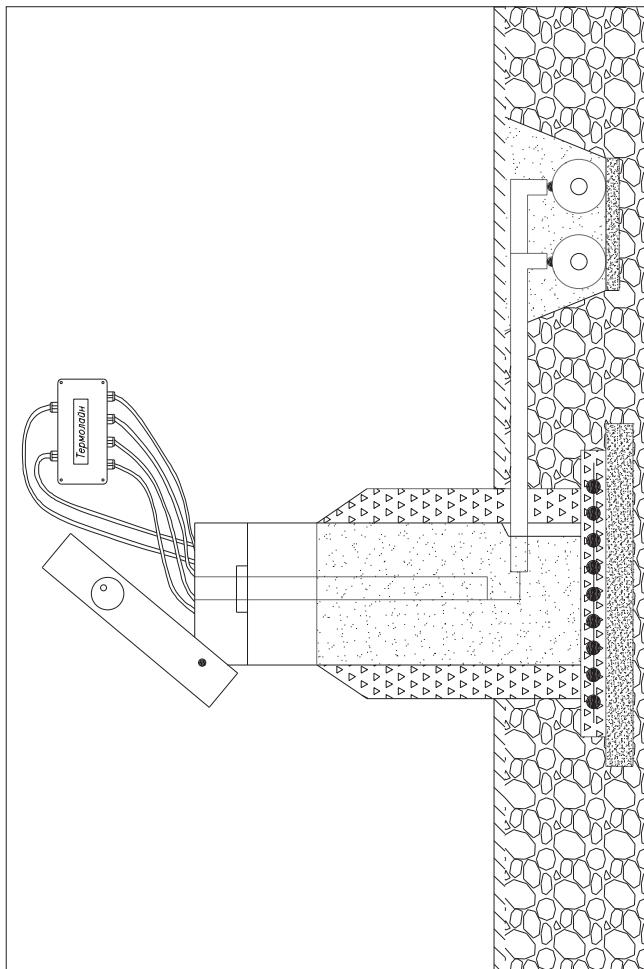

Рис. 4 «Установка терминала в наземном ковре»
12. При установке терминала в ковре (Рис. 4) пункты с 8 по 10 не выполнять.